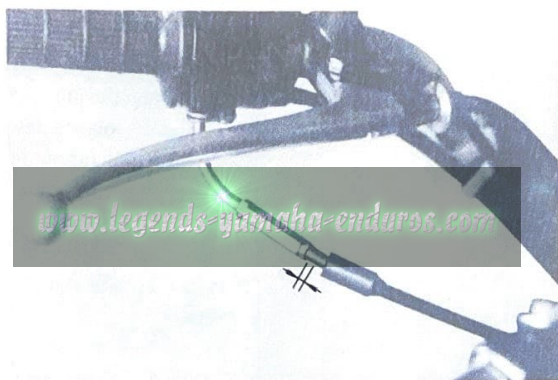

Fig. 59
2. Next, adjust the play of the throttle wire A to 0.002 ~ 0.004 in. (0.5 ~ 1.0 mm.) at the throttle cable end. (Fig. 59)
2. Ensuite, régler à 0,5 ~ 1,0 mm le jeu à l'extrémité du câble A d'accélérateur. (Fig. 59)